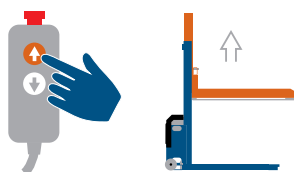

Figura 20 Premere il pulsante del dispositivo di controllo per sollevare il contenitore di carico.
6. Premere il pulsante del dispositivo di controllo per sollevare il contenitore di carico. Rilasciare il pulsante quando il contenitore di carico si trova nella posizione più alta o dopo circa 10 secondi se il contenitore di carico non viene sollevato. Se il contenitore non si solleva, è possibile che la pompa idraulica stia girando nella direzione errata; in tal caso modificare le fasi elettriche di collegamento (vedere la figura 20) e riprovare a sollevare il contenitore.